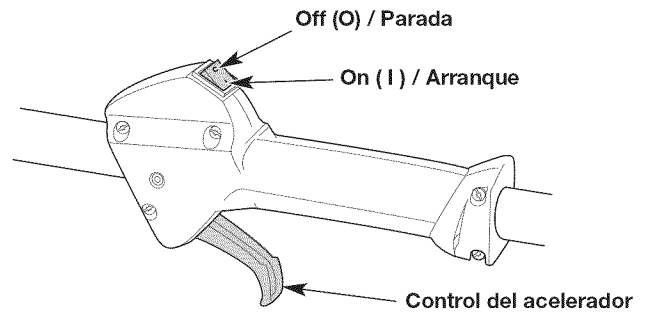
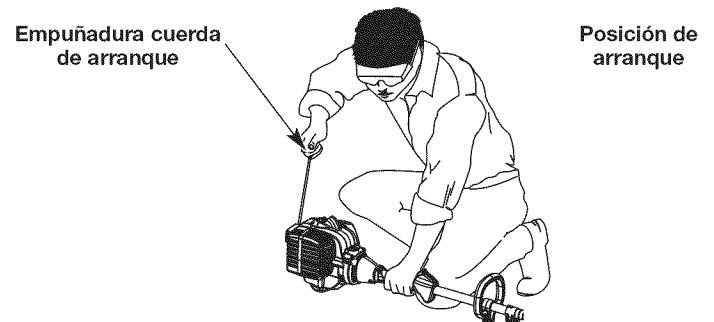

Fig. 8
Fig. 11
ADVERTENCIA: Se debe evitar arrancar accidentalmente la unidad. A fin de evitar que se produzcan lesiones graves, el operador y la unidad deben estar en una posición estable cuando se jala la cuerda de arranque (Fig. 11).
NOTA: No es necesario encender la unidad. El interruptor de encendido/apagado está en la posición ON (I) (encendido) en todo momento (Fig. 8).
5. Agacharse en la posición de arranque (Fig. 11).
6. **NO** apriete el control del acelerador (Fig. 8). Tire de la cuerda de arranque con un movimiento controlado y firme hasta que arranque la unidad (Fig. 11).
9. Apriete y mantenga apretado el control del acelerador (Fig. 8). Continúe calentando el motor entre 30 y 60 segundos más. Se puede usar la unidad durante este período.
2. Oprima y mantenga apretado el interruptor de encendido/apagado en la posición OFF (O) (apagado) hasta que el motor se pare por completo (Fig. 8).
7. **NO** apriete el control del acelerador (Fig. 8). Haga funcionar el accesorio Speed Start™ en intervalos de no más de 2 segundos cada vez hasta que arranque la unidad.
11. Apriete y mantenga apretado el control del acelerador (Fig. 8). Continúe calentando el motor entre 30 y 60 segundos más. Se puede usar la unidad durante este período.